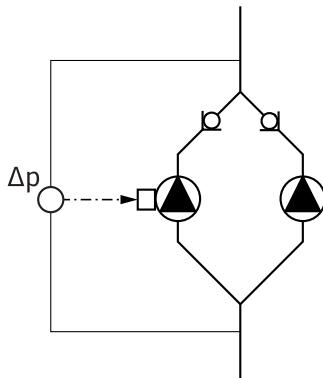

Fig. 18: Przykład podłączenia czujnika różnic ciśnień
- W przykładzie na Fig. 18 pompą nadzędzią jest pompa po lewej stronie patrząc w kierunku przepływu. Do tej pompy należy podłączyć czujnik różnicy ciśnień.
- Punkty pomiaru czujnika różnicy ciśnień pompy nadzędnej muszą się znajdować w danej rurze zbiorczej po stronie ssawnej i ciśnieniowej układu dwupompowego (Fig. 18).